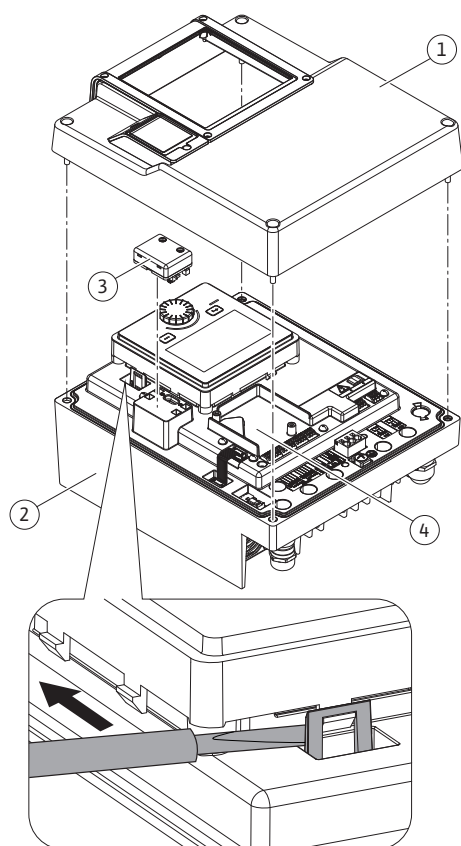
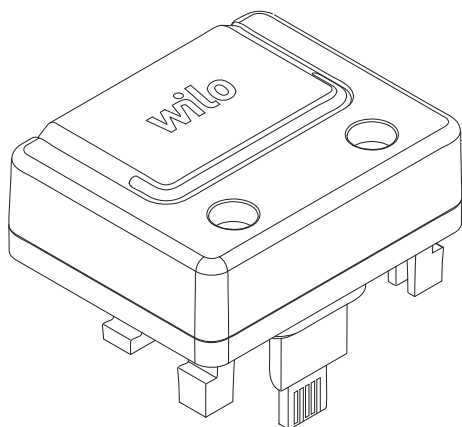

Fig. 30: Módulo electrónico
Fig. 31: Módulo Wilo-Smart Connect BT
1. Abra los ganchos (Fig. 30) con cuidado utilizando una herramienta (p. ej., un destornillador).
La interfaz Bluetooth del módulo Wilo-Smart Connect BT (Fig. 30, Pos. 3 y Fig. 31) sirve para la conexión a terminales móviles como smartphones y tabletas. En la aplicación Wilo-Assistant está la función Wilo-Smart Connect. Con la función Wilo-Smart Connect se puede manejar y ajustar la bomba y se pueden leer sus datos. Véanse los ajustes en el capítulo «Puesta en marcha» [► 55].
1. Afloje los cuatro tornillos de la parte superior del módulo electrónico (Fig. 30, Pos. 1; Fig. 1, Pos. 2).
3. Inserte el módulo Wilo-Smart Connect BT en Wilo-Connectivity Interface prevista. Véase la Fig. 30, Pos. 3.
Los módulos CIF (accesorios) sirven para la comunicación entre las bombas y la gestión técnica centralizada. Los módulos CIF se insertan en el módulo electrónico (Fig. 30, Pos. 4).